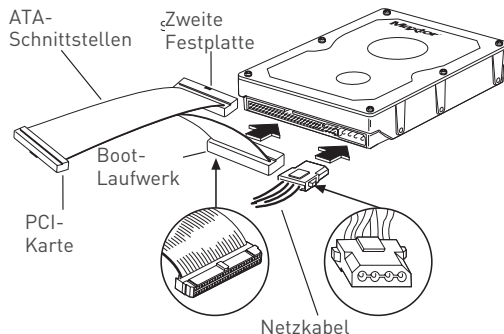

ABBILDUNG 8
3. Schließen Sie den schwarzen Anschluss des Kabels auf der Rückseite der Festplatte an den ATA-Anschluss an. Wenn zwei Ultra ATA-Festplatten angeschlossen werden sollen, wobei eine als Bootlaufwerk dienen soll, verbinden Sie den schwarzen Anschluss des Kabels mit dem Bootlaufwerk und den grauen Anschluss des Kabels mit der zweiten Festplatte. Wird keine der Festplatten als Bootlaufwerk genutzt, kann der graue oder der schwarze Anschluss verwendet werden. Siehe Abbildung 8.